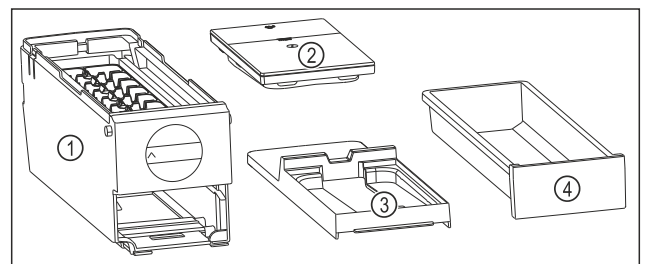

Fig. 147 Bestandteile des EasyTwist-Ice
- ▶ EasyTwist-Ice ist in vier Teile zerlegt. (siehe Fig. 147)
- ▶ EasyTwist-Ice nur in abgebildete Bestandteile zerlegen. (siehe Fig. 147)
- ▶ EasyTwist-Ice-Körper Fig. 147 (1) als Ganzes reinigen.